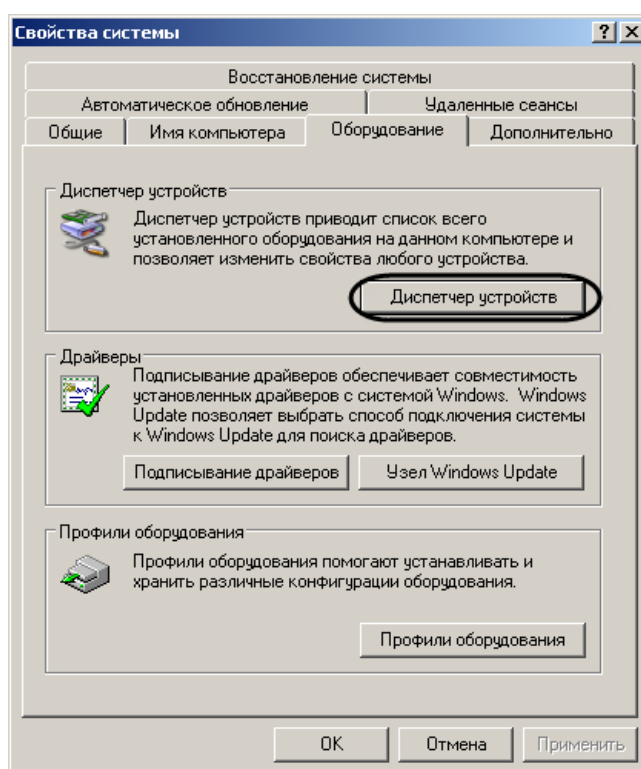

Рис. 2.1—16 Запуск приложения «Диспетчер устройств»
3. В дереве оборудования системы Windows необходимо перейти к пункту «Звуковые, видео и игровые устройства» и убедиться в наличии объектов, соответствующих типу установленных плат видеоввода (Рис. 2.1—17).